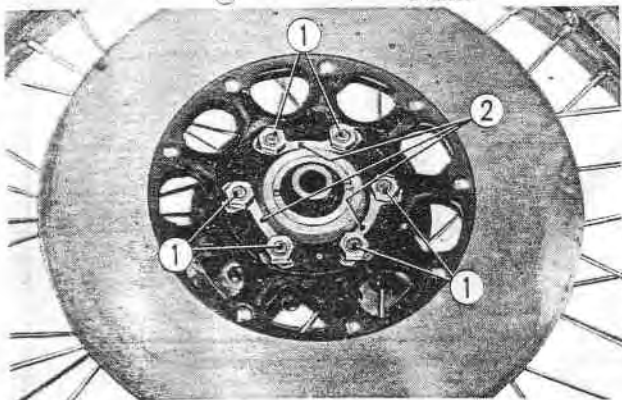

Fig. 13-4 ① Boulons et écrous de fixation du disque
6. Ouvrir les freins d'écrous, dévisser les écrous et séparer le disque de frein de la roue. (Fig. 13-4)